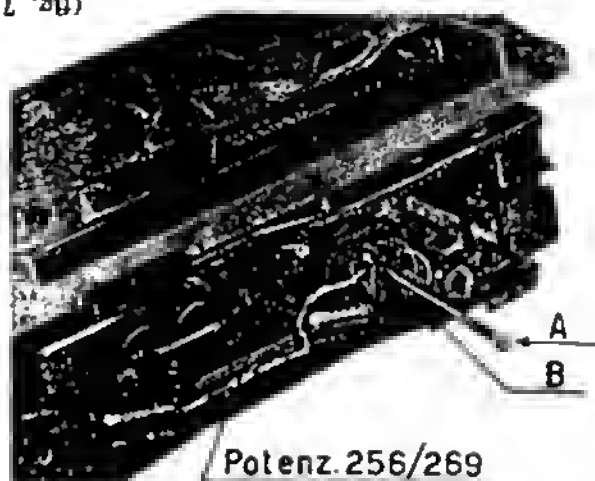

Fig. 7
- staccare il filo rosso dalla piccola spina della testina magnetica (320) ed inserirvi in serie un amperometro a termocoppia della portata di circa 0,5 amp. fondo scala;
- regolare la resistenza semifissa (269) a mezzo di un piccolo cacciavite, fino ad ottenere una corrente di 0,28 A (fig. 7);